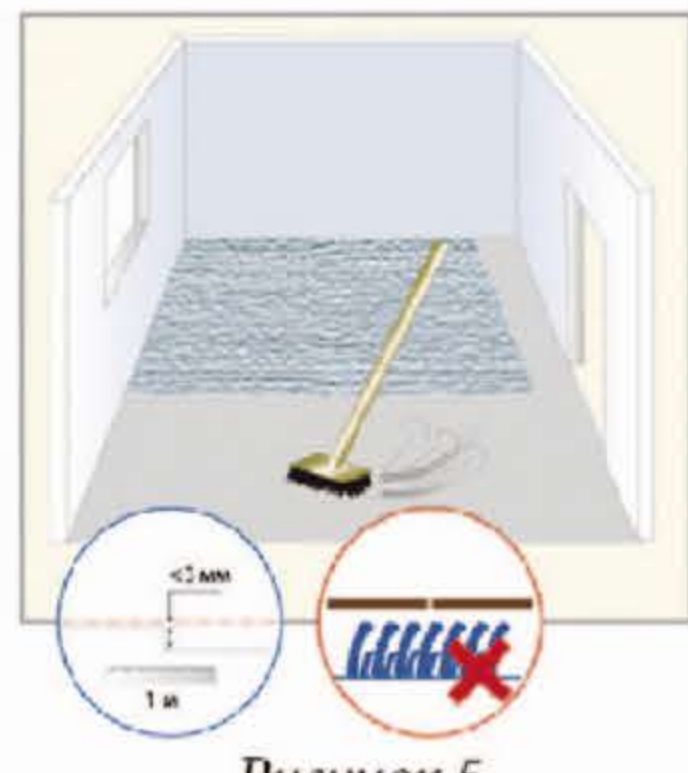

Рисунок 5
6. Укладка SPC ламината допустима на линолеум, паркетную доску или иное основание при условии соблюдения требований ровности, прочности и влажности оснований для укладки ламината. **ЗАПРЕЩЕНА укладка ламината поверх коврового покрытия, а также поверх любого другого нетвердого покрытия или основания.** Если укладка производится на бетонное основание, то относительная влажность стяжки не должна превышать 2,5%. Все неровности стяжки, превышающие 3 мм на 1 м, должны быть устранены! Основание должно быть чистым, сухим, ровным и прочным. (см. рис.5)